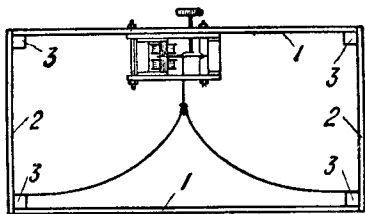
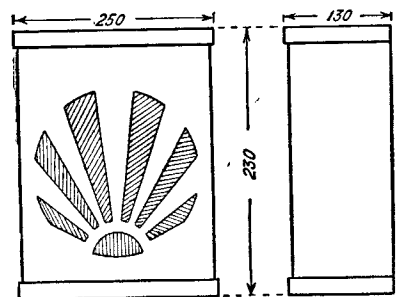

Рис. 5. Разрез собранного говорителя.
Рис. 6. Конструкция и размеры ящика.
Всю эту конструкцию можно заключить в ящикик, передняя стенка которого имеет вырезанный рисунок. Изготовление ящика несложно. Берутся две фанерные доски (1—рис. 5), к ним с боков пришиваются две тоже фанерные дощечки (2). Внутри прикрепляются брусочки (3), к которым крепятся передняя и задняя стенка. В передней стенке вырезан рисунок и сзади подклеена материя. Все „грехи“ заклеены плашками сверху и снизу, которые в то же время дают ящику приличный вид. Примерные размеры даны на рис. 6.